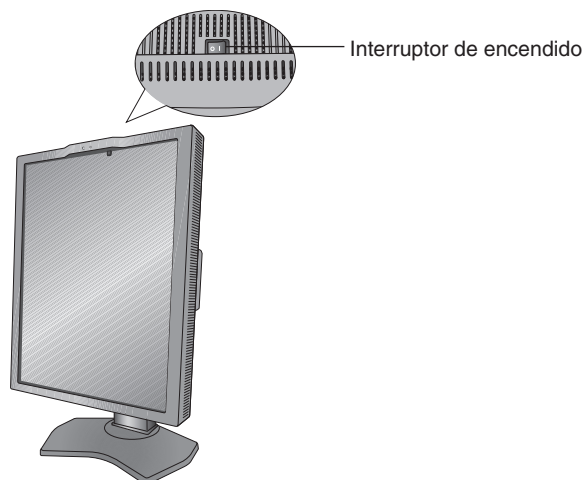

Figura E.1
9. Encienda el monitor con el interruptor ubicado en la parte superior (vertical) o izquierda (horizontal) del monitor (**figura E.1**). Encienda el ordenador.